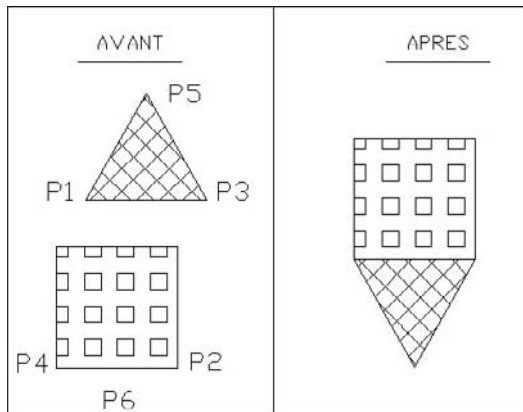
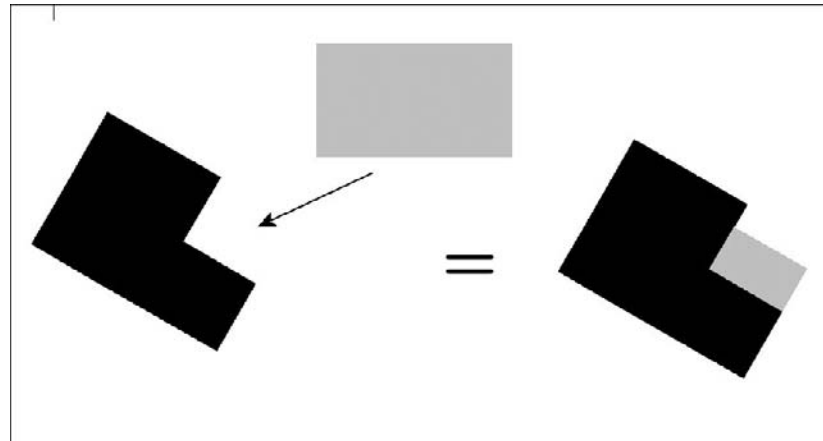

Fig.6.27
Fig.6.28
- 6] Spécifier éventuellement le troisième point d'origine (P5) et le point de destination correspondant (P6) (fig.6.27). Si deux points sont suffisants il convient d'appuyer sur Entrée après le deuxième point de destination et de répondre O (Y) ou N à la question **Mettre les objets à l'échelle des points d'alignement** (Scale objects based on alignment points). Une réponse Oui (Yes) va modifier l'échelle de l'objet en fonction des points désignés (fig.6.28).